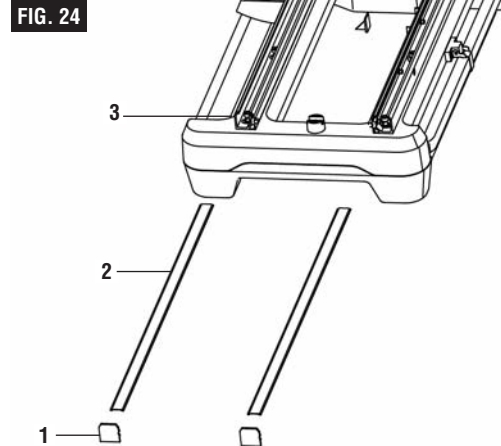

FIG. 24
1. Apague la sierra. Retire las dos cubiertas de extremo (1) ubicadas en los extremos de los rieles. Retire las dos cubiertas superiores (2) de los rieles deslizándolas hacia fuera de la parte superior de los rieles (Fig. 24).